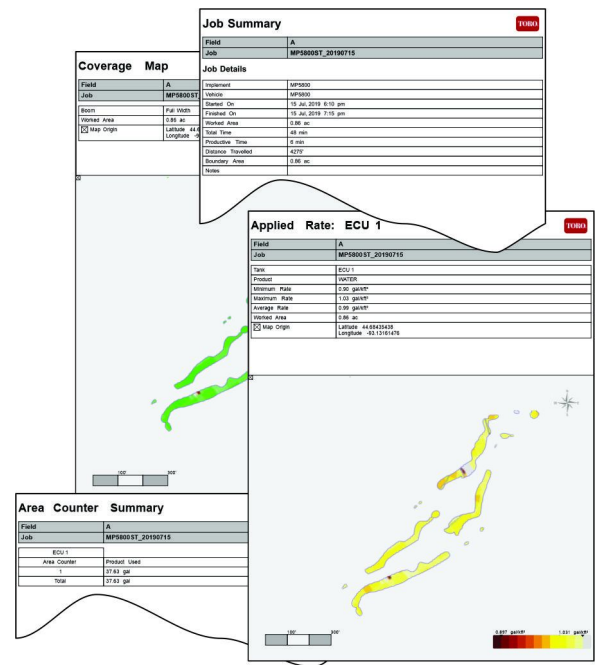

Рисунок 28
- Экспортирует отчет о рабочем задании (файл .pdf), как показано на Рисунок 28.